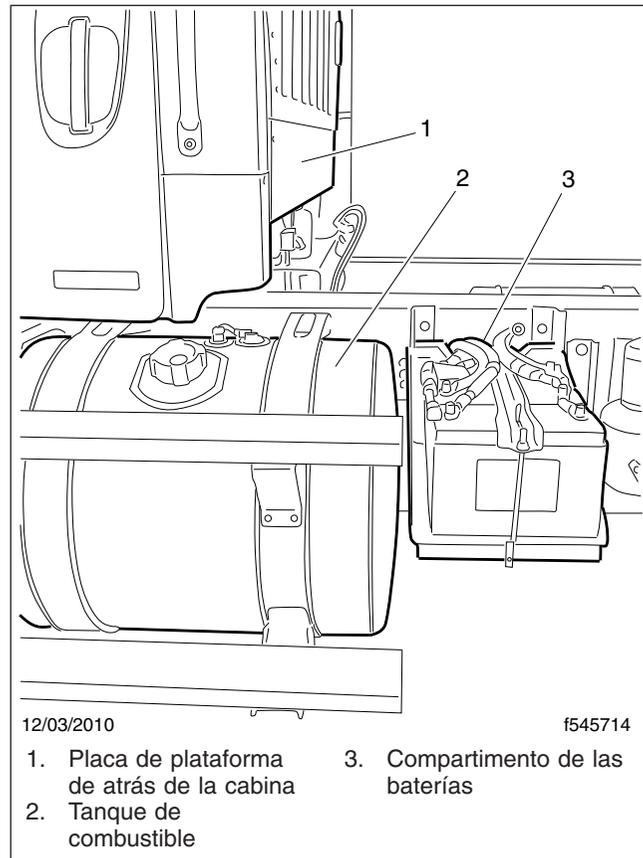

Figura 21.17, Ubicación estándar del compartimento de las baterías
- 2.1 Retire la tapa de la caja de baterías e inspeccione todos los cables de baterías visibles para ver si están flojos o dañados. Vea la Figura 21.17.